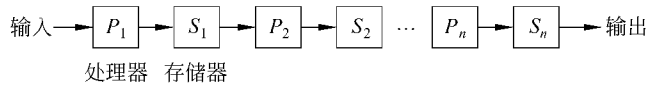

图 3.5 多处理器流水线示意图
② 功能部件级流水线 它也叫运算流水线(arithmetic pipeline),如加法流水线和乘法流水线等。
③ 多处理机流水线 它也叫宏流水线(macro pipeline)。这种流水线是由多个处理器通过存储器串行连接起来的流水线,如图 3.5 所示。